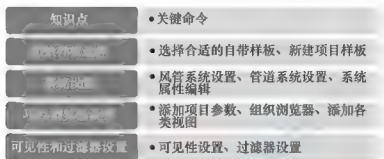

图 3.19 知识体系
(1) 对照图 3.19,梳理自己所掌握的知识体系,并与同学相互交流、研讨个人对某些知识点或技能技巧的理解。